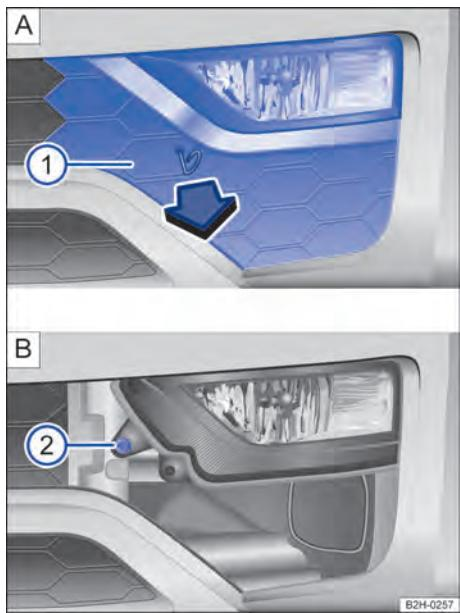
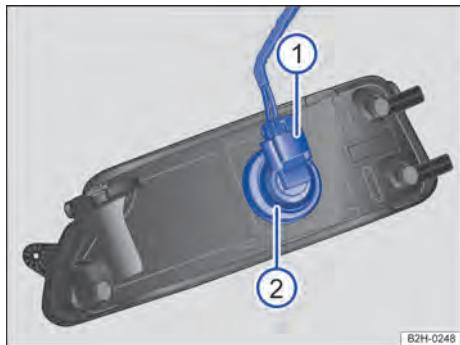

Fig. 143 No para-choque dianteiro à direita: des instalar o farol.
Fig. 144 Substituir a lâmpada incandescente do farol.
- ② Retirar o gancho extrator da caixa de ferramentas e prender na abertura da cobertura → Fig. 143 A. Remover a cobertura ① A para frente no sentido da seta e, se for o caso, deixá-la suspensa cuidadosamente no cabo do sensor do auxílio de estacionamento.
- ③ Retirar o parafuso de fixação → Fig. 143 ② B com a chave de fenda da caixa de ferramentas → Página 175.
- ④ Rebater o farol um pouco para frente e retirá-lo dos apoios laterais.
- ⑤ Destrarvar e retirar o conector → Fig. 144 ①.
- ⑥ Girar o suporte de lâmpadas na direção da seta até o batente no sentido anti-horário e retirar com a lâmpada incandescente → Fig. 144 ②.
- ⑦ Substituir a lâmpada incandescente queimada por uma lâmpada incandescente nova do mesmo modelo.
- ⑧ Encaixar o suporte da lâmpada no farol e girar no sentido horário até o batente.
- ⑨ Conectar o conector → Fig. 144 ① ao suporte da lâmpada ②. O conector deve encaixar auditivamente.
- ⑩ Encaixar o farol nos alojamentos e rebater para trás.
- ⑪ Apertar o parafuso de fixação → Fig. 143 ② B com a chave de fenda.
- ⑫ Encaixar a cobertura no para-choque → Fig. 143 ① A.
→ Fig. 143 e → Fig. 144